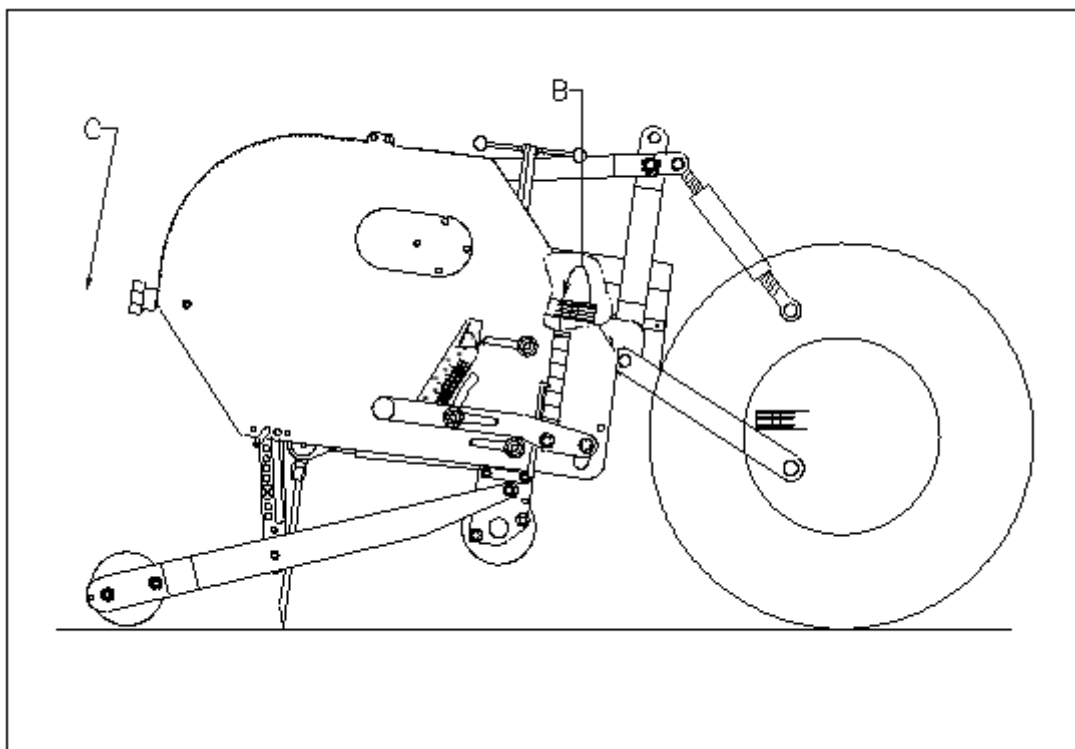

Fig. 7
- @ Ved 90 grader går tænderne kun lodret i jorden, hvis maskinen er korrekt installeret. Hvis installationen ikke er korrekt, kan der opstå en kraft F, se fig. 7., som beskadiger maskinen.
Startproceduren er som følger, se fig. 7: